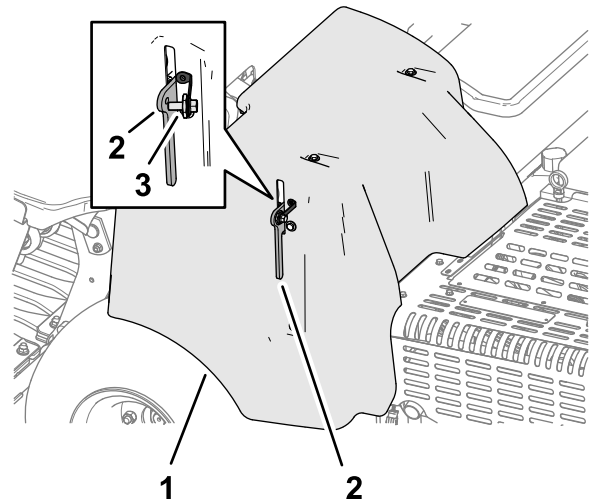

Figura 141
1. Se la macchina presenta un cordino di fissaggio del copricinghia CE, allentate il bullone del cordino fino a quando non si separa dal dispositivo di fermo del copricinghia (Figura 141).